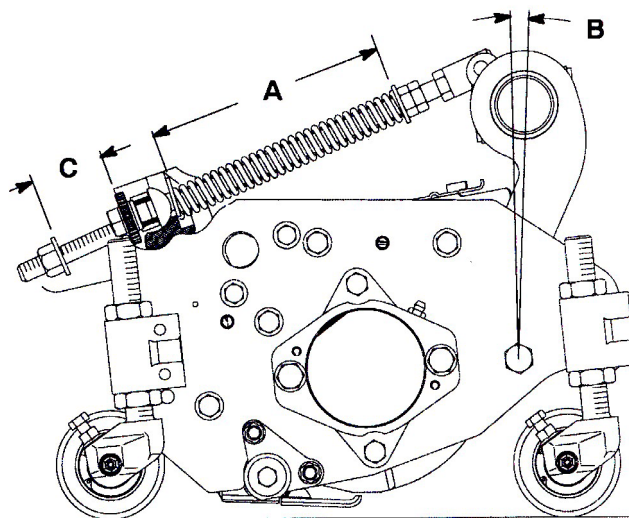

図 11
ターフ補正スプリング(図11)は、キャリア・フレームとカuttingユニットをつないでおり、前後の揺れの大きさの調整と、移動走行中や旋回動作中の地上高の調整を行っています。
1. スプリングロッド後部のロックナットを締めて、すきま(C)を26 mmとする(図11)。
2. スプリングロッド前部の6角ナットを締めて、スプリング(圧縮状態)の長さ(A)が203 mm になるようにする(図11)。
注：ラフで使用する時やアンジュレーションの大きなフェアウェイを刈る時は、上記の長さ(A)を216 mmとし、スプリング ブラケット後部とワッシャ前面のすきま(C)を39 mm としてください(図11)。